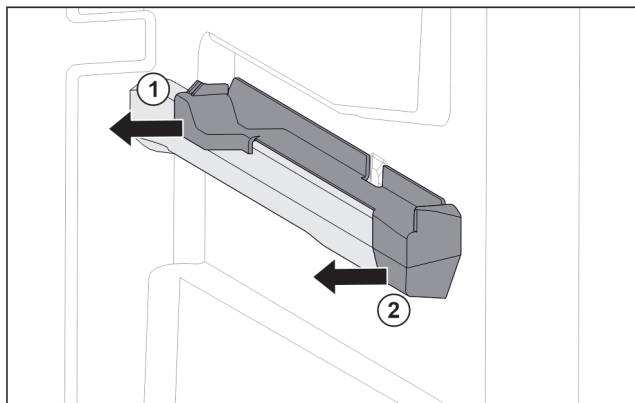

Fig. 138 Pieza de acoplamiento en la nervadura para recipientes derecha
- Retire la pieza de acoplamiento por detrás lateralmente. Fig. 138 (1)
- Retire la pieza de acoplamiento por delante lateralmente. Fig. 138 (2)